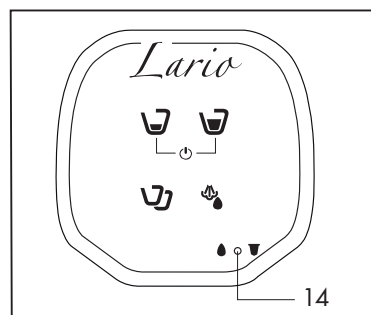

Fig. 4
Cuando en el panel de control se ilumina el testigo (14) (Mod.VAP y 4D) significa que falta agua en el depósito (**Fig.4**); proceda a llenar el depósito (8) como se describe anteriormente.